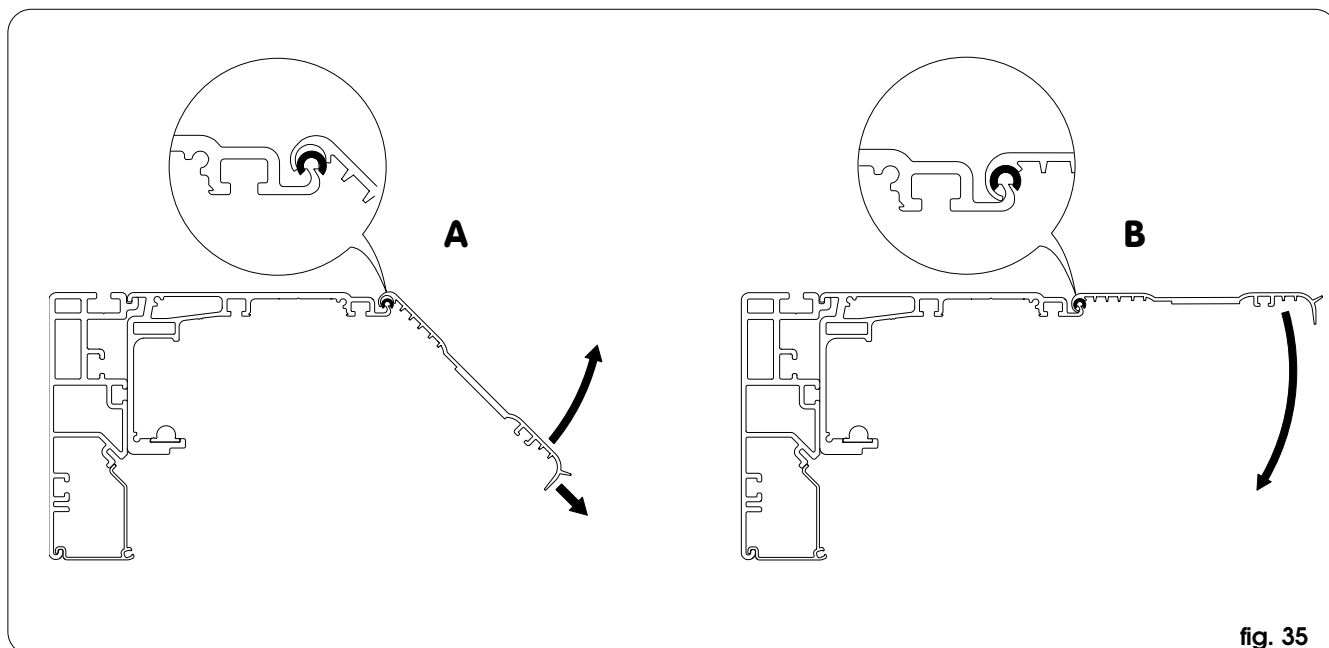

fig. 35
- Appoggiare il carter sui distanziali e, tirandolo come in fig. 35 rif. A, ruotarlo verso l'alto fino al corretto aggancio (fig. 35 rif. B) poi richiuderlo.